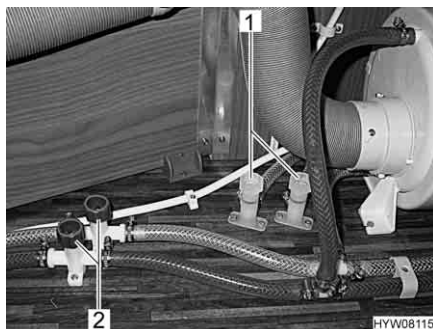
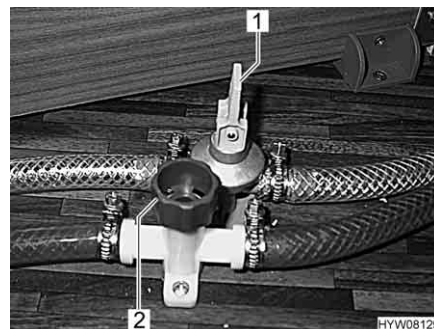

Fig. 158 Rubinetti di scarico scaldacqua
Fig. 159 Rubinetti di scarico del boiler
- Chiudere tutti i rubinetti di scarico. A tal fine ruotare i coperchi (Fig. 158,1 e 2 o Fig. 159,2) in senso orario oppure posizionare la leva a bilanciere (Fig. 159,1) in posizione orizzontale.